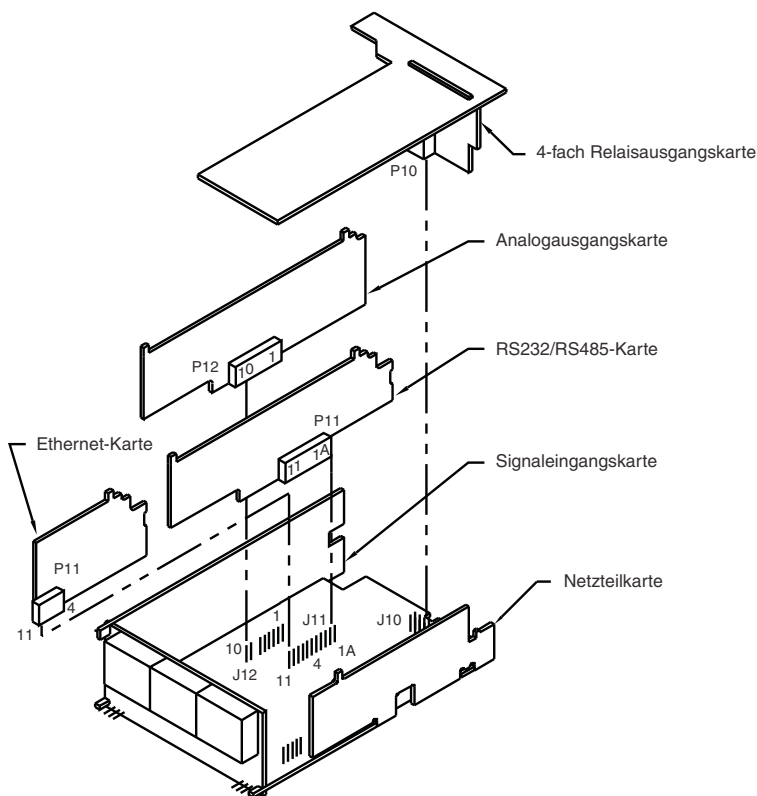

Abbildung 5-3. Einbaupositionen der Optionskarten
2. Orientieren Sie sich an Abbildung 5-3 und stecken Sie die Optionskarte auf die entsprechende Steckerleiste auf der Hauptplatine auf. Die Stecker der Karten sind mit einem Verpolungsschutz ausgestattet, der sicherstellt, dass die Karte nur an ihrer vorgesehenen Position installiert werden kann.